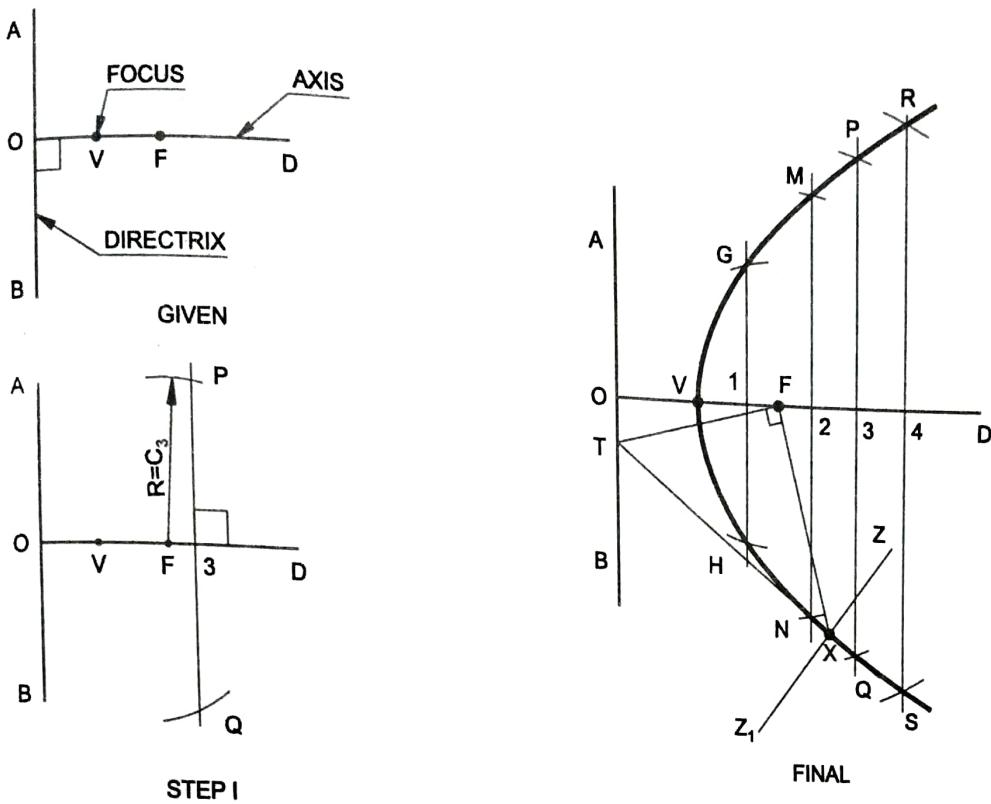

Figure 4.9
**Solution:** (Refer Fig. 4.9)